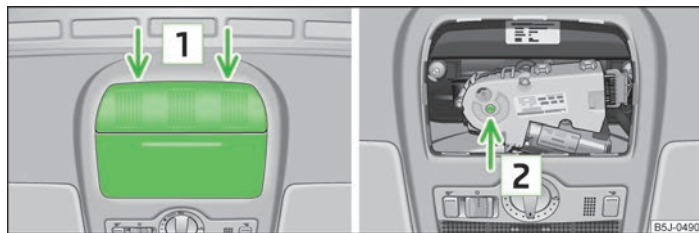

Fig. 21 Punto de apoyo del destornillador/orificio para apoyar la llave
- Insertar cuidadosamente un destornillador de unos 5 mm de anchura en la ranura, en los puntos indicados con flechas **1** » fig. 21.